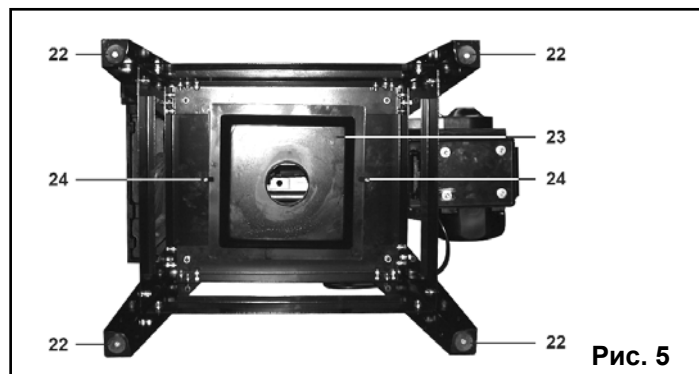

Рис. 5
8.1.2. Как показано на Рис. 5 установите и закрепите винтами с планками (24) щиток с патрубком пылесборника (23).